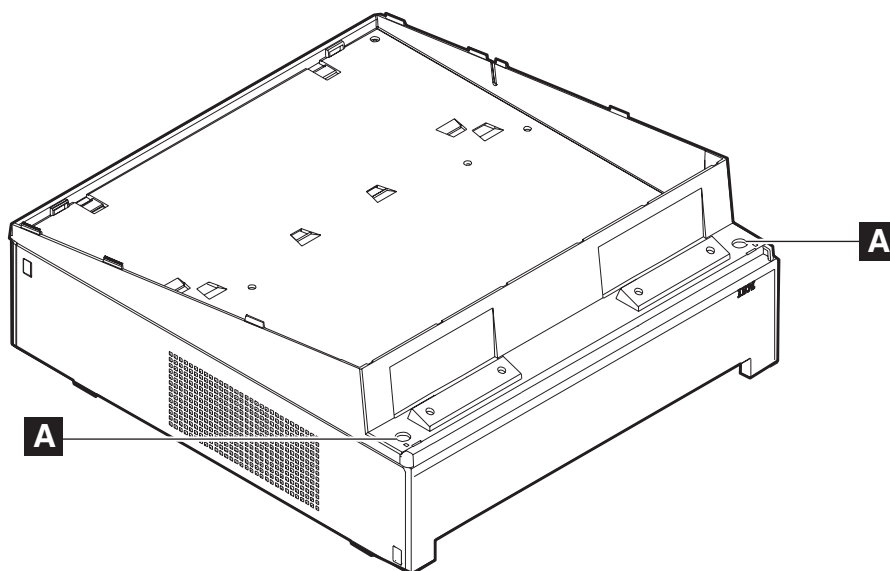

图 48. 安装倾斜式 I/O 托架
2. 请参阅图 48。将 I/O 托架翻转。推送卡口的前部，直至其固定到位。
4. 在 I/O 托架的背面两个角的孔中插入塑料指旋螺丝（图 48 中的 **A**）并拧紧，将 I/O 托架固定在系统部件上。